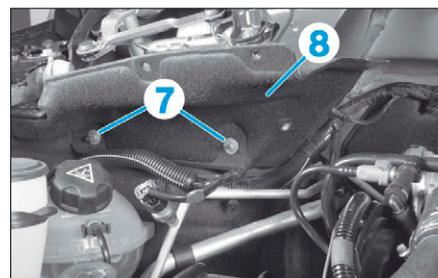

FIG. 68
- les écrous (7) (de chaque côté) (Fig.68),
- les isolants latéraux (8).